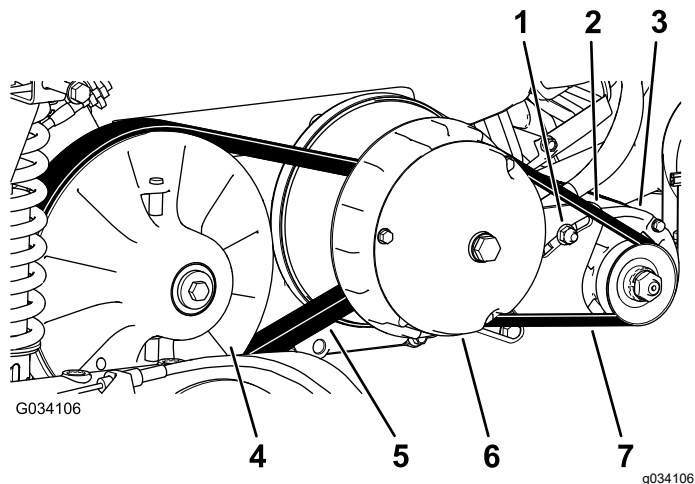

图 64
6. 转动并检查皮带图 64 是否有过度磨损或损坏的迹象。
3. 转动并将皮带放到副离合器上图 64。
4. 从副离合器上卸下皮带图 64。
5. 将新皮带放到主离合器上并对齐图 64。
6. 转动并将皮带放到副离合器上图 64。
2. 拧松启动发电机的枢轴螺母图 64。
4. 向下压撬棍将启动器向下转入槽中直至当施加 44N 的力量时皮带张紧力仅允许 6mm 的皮带下压图 64。
5. 用手拧紧枢轴螺母并取下撬棍图 64。